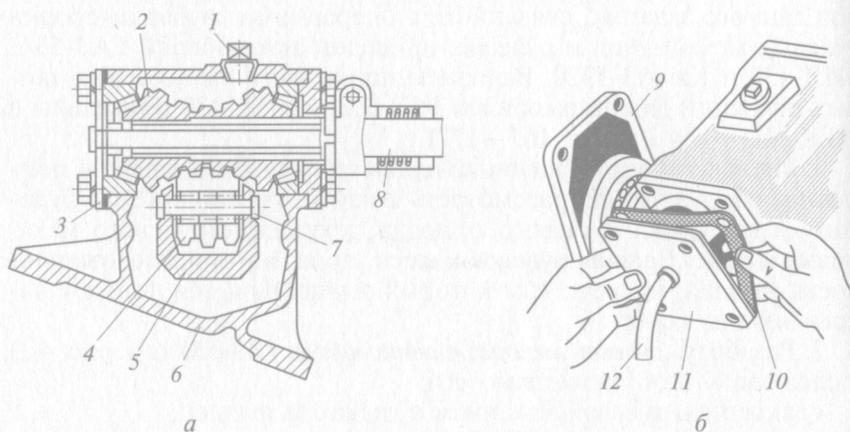

Рис. 4.1. Рулевой механизм автомобиля ГАЗ-53А:
**Иллюстративный материал** — учебные плакаты, рис. 4.1—4.5.
2. Разобрать *рулевой механизм автомобиля ГАЗ-53А* (см. рис. 4.1) в следующей последовательности: